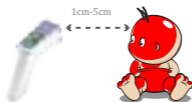

Figura 2: Posizione e distanza di misurazione
- Il termometro deve essere allineato con la parte centrale della fronte per poter misurare la temperatura (in mezzo alle sopracciglia e sopra di loro), inoltre è necessario mantenere la distanza verticale. Premere il tasto ON/scan, la temperatura verrà visualizzata immediatamente, vedere la figura 2.